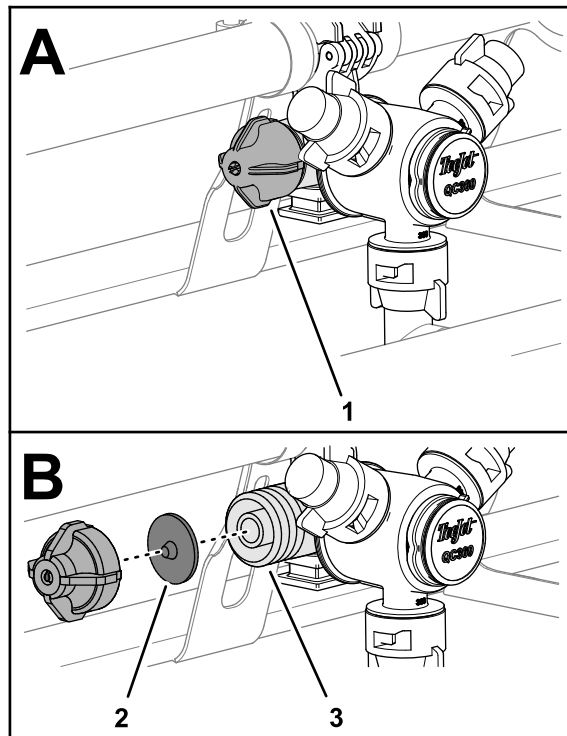

Figura 32
1. Rotii capacul diafragmei în sens invers acelor de ceasornic și îndepărtați capacul de la corpul duzei (Figura 32).
2. Îndepărtați diafragma supapei de reținere de la capac sau corpul duzei (Figura 32).
3. Curățați cu apă curată capacul, diafragma și corpul duzei (Figura 32).
4. Montați diafragma la capac cu proeminența diafragmei spre capac (Figura 32).
5. Montați capacul și diafragma pe corpul duzei și strângeți manual (Figura 32).